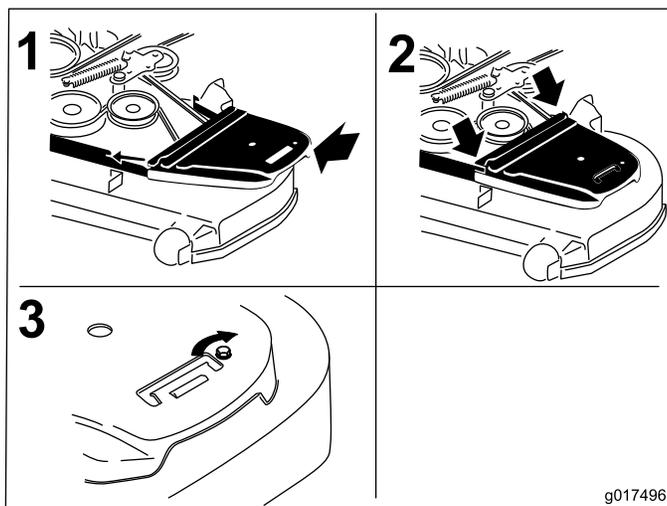

Figure 81
12. Reposez les couvercles de courroies (Figure 81).